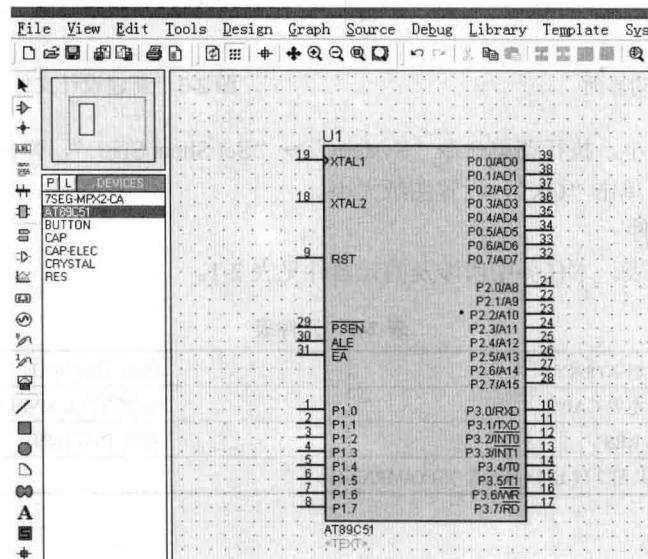

图 2-5 放置元件
③ 放置元件。
a. 在对象选择器中左键选中元件，在原理图编辑窗口双击左键，放置元件，如图 2-5 所示。